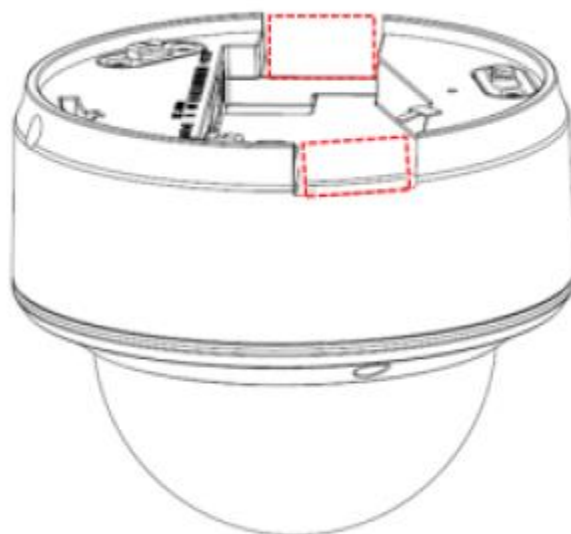

図 3-2 サイドクリップ
1. (オプション)プライヤーを使用して、バックボックスの側面にある1つまたは2つのクリップ(図 3-2 の点線で示す)を取り外し、ケーブルを開口部に通してケーブルを天井に固定します。